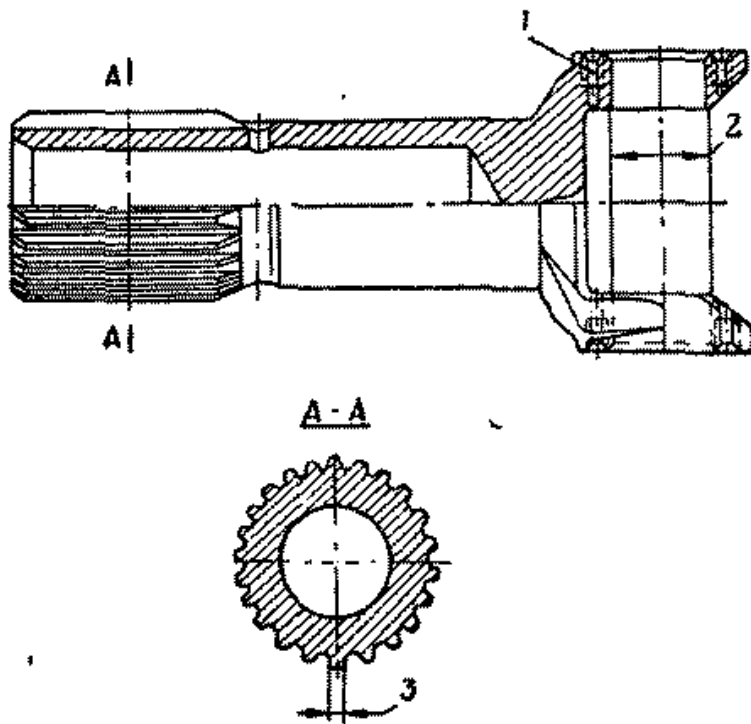

Рис. 164. Скользящая вилка кардана
2. Скользящая вилка кардана (рис. 164)